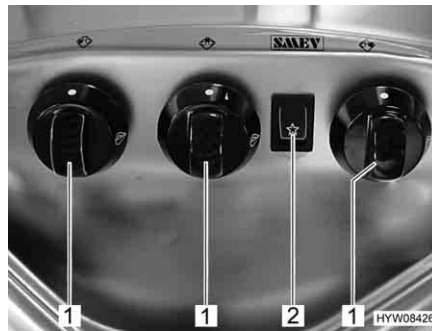
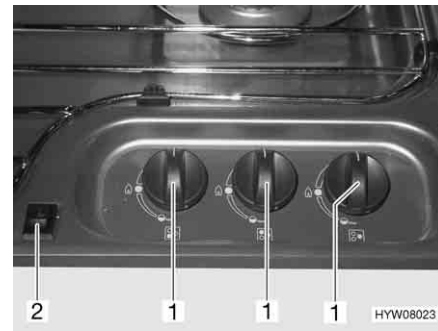

Fig. 131 Elementi di comando (fornello a gas)
Fig. 132 Elementi di comando (fornello a gas, alternativo)
- Girare il pomello girevole (Fig. 131,1 o Fig. 132,1) degli apparecchi a fiamma libera desiderati in posizione accesa (fiamma alta).
- Premere l'interruttore a bilico (Fig. 131,2 o Fig. 132,2). Sul bruciatore vengono prodotte scintille.